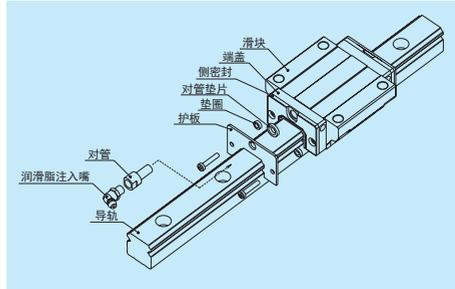

图 15 护板
- 对标准成品追加安装护板时，请利用如表 15 所示的护板装置。(图 15)
**(4) 护板**
- 护板安装后，将润滑脂注入嘴装入端盖时，需要如图 15 所示的接口垫片。